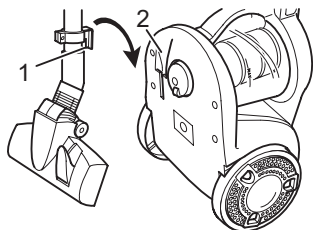

Abb. 15
■ Zum **Aufbewahren** können Sie den Verstauelement (Abb. 15/1) des Teleskoprohrs in die Verstauelement (Abb. 15/2) unten am Bodensauger einhängen.